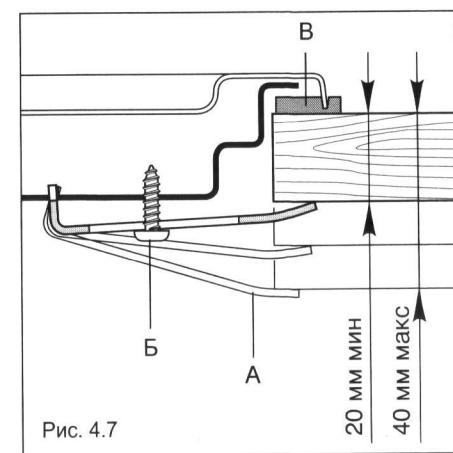

Рис. 4.7
КРЕПЛЕНИЕ УСТАНОВОЧНЫХ КРОНШТЕЙНОВ (Рис. 4.7)
- ✓ Убедитесь, что кронштейны закреплены, как показано на Рис. 4.7.
КРЕПЛЕНИЕ ВАРОЧНОЙ ПОВЕРХНОСТИ (Рис. 4.7)